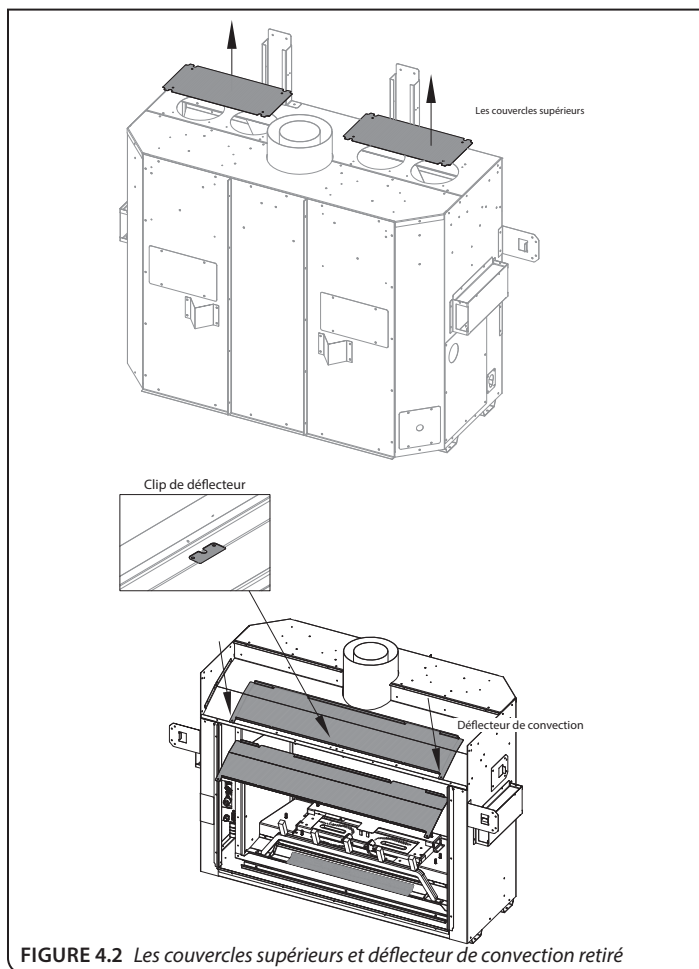

FIGURE 4.2 Les couvercles supérieurs et déflecteur de convection retiré
1. Retirez les (2) couvercles supérieurs (3 vis par couvercle).
2. Retirez du foyer le déflecteur de convection. Le déflecteur est fixé par le clip de déflecteur par (2) vis situé au centre avant, et par (2) vis juste derrière le bord supérieur de l'ouverture du foyer (voir FIGURE 4.2). Recyclez ce panneau si vous n'en avez plus besoin.